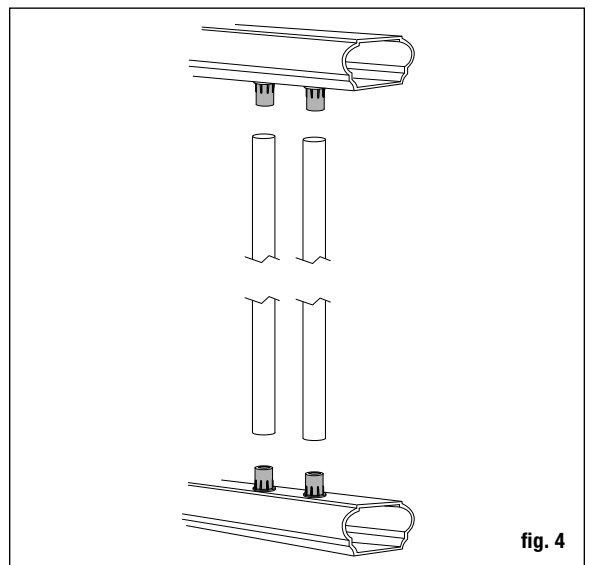

fig. 4
Paso 6 Conecte el balaustre al riel inferior deslizándolo sobre la conexión (fig. 4).